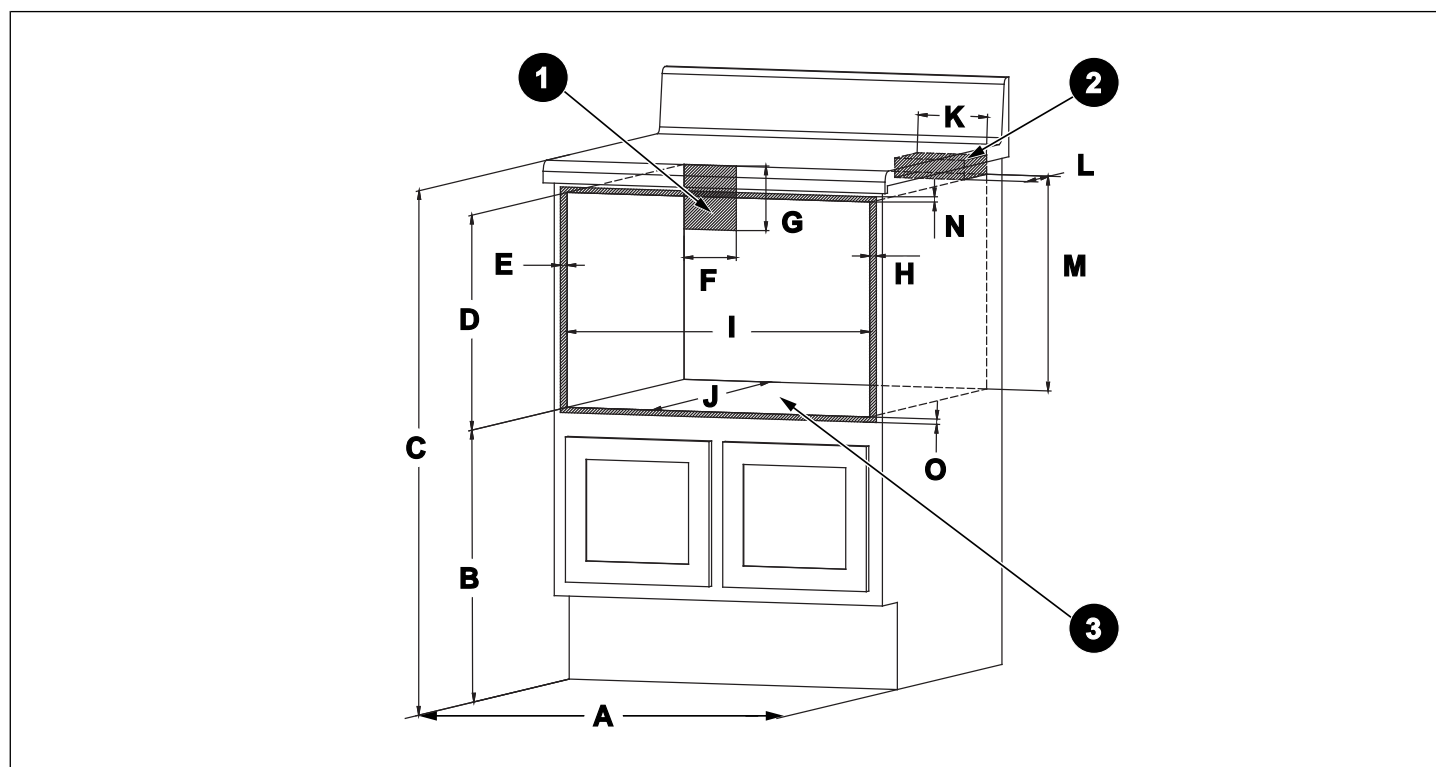
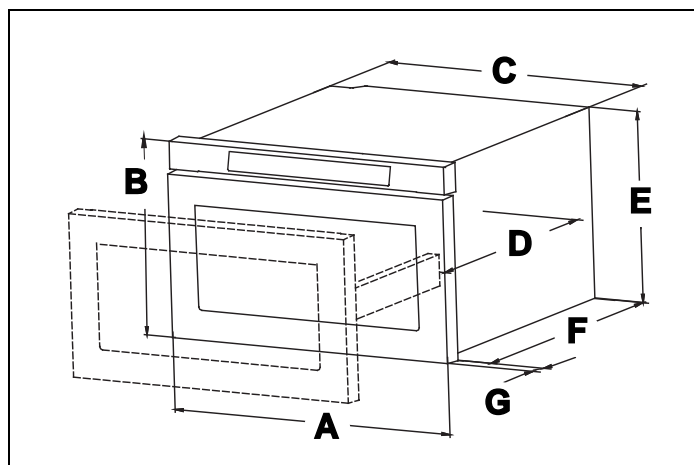
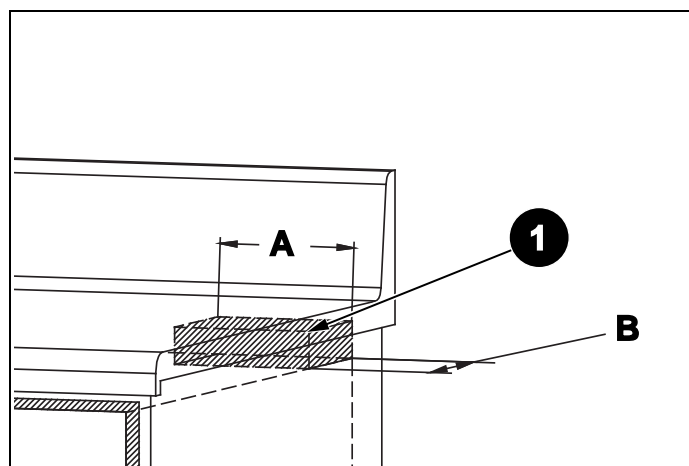

Fig. 4
Fig. 5
Fig. 9
- Les dimensions indiquées sur la Fig. 4 doivent être utilisées. Les dimensions indiquées fournissent un espace libre minimum. Localisez la prise électrique dans la zone ombrée dans le coin supérieur gauche de la découpe. Fig. 4
Fig. 4 et Fig. 5 contiennent de nombreuses mesures du four micro-ondes tiroir pour référence lors de la planification de l'emplacement du tiroir. Ce four micro-ondes tiroir peut être installé en dessous de n'importe quel four mural électrique ou à gaz. *Peut également être installé à l'aide d'une prise électrique dans une armoire adjacente dans la zone où le cordon électrique fourni peut atteindre. Le trou d'accès au cordon d'alimentation dans l'armoire doit avoir un diamètre minimum de 1 1/2 po et être dépourvu de tous bords tranchants.
Pour réduire le risque de basculement du tiroir, le bloc anti-basculement doit être correctement installé à 14-13/16 pouces au-dessus du sol sur lequel le four micro-ondes tiroir sera posé. Le bloc anti-basculement de 6 pouces doit être fourni par l'installateur. Fig. 4 et Fig. 9 . Le bloc anti-basculement évite les blessures graves qui pourraient résulter de liquides chauds renversés.